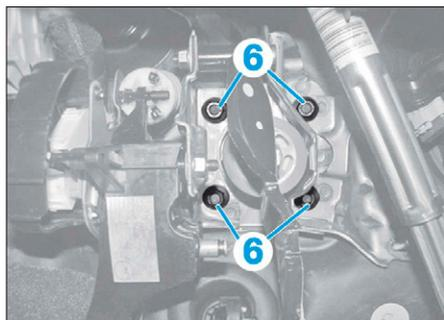

FIG. 22
- Déposer les écrous (6) (Fig.22).